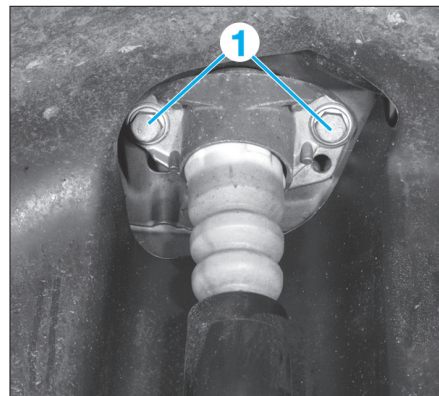

Fig. 11
- l'écrou de fixation supérieure de l'amortisseur (1) (Fig.11),
- l'écrou de fixation inférieure de l'amortisseur (2).